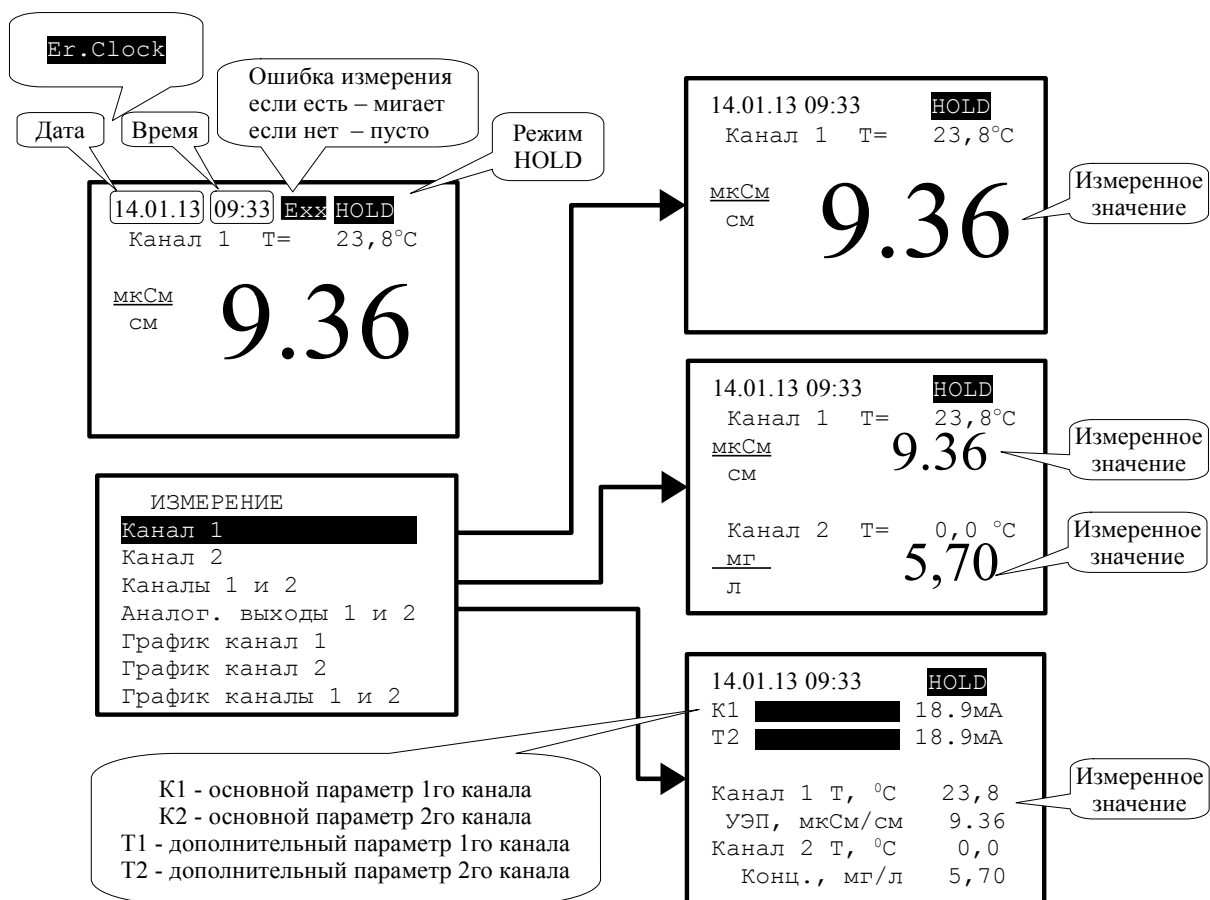

Рисунок 6 - Варианты отображения измеренных параметров в цифровом виде
4.3.1.8 **Канал 1**, **Канал 2**, **Каналы 1 и 2** - цифровое отображение результатов измерения (**Рисунок 6**).
4.3.1.9 **Аналог. выходы 1 и 2** - отображение аналоговых выходных сигналов в виде шкалы, а результатов измерения в цифровом виде (смотри **Рисунок 6**).